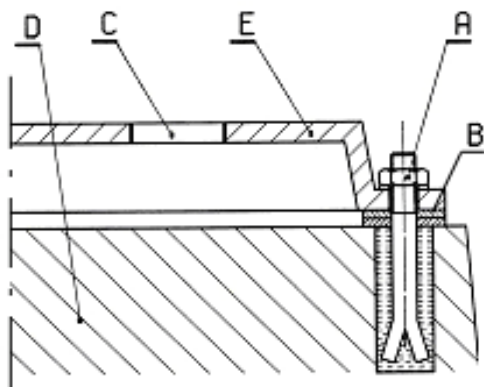

Рис. 3
**Установка на фундамент (Рис. 3)**